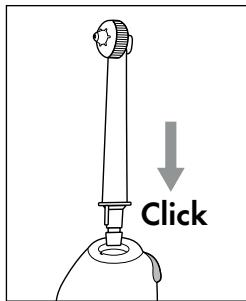

Abb.2
- Tauschen Sie die Aufsteckdüsen **②** bei täglicher Benutzung spätestens nach sechs Monaten aus.
- Verwenden Sie nur Original-Aufsteckdüsen **②**. Informationen zur Bestellung von Ersatz-Aufsteckdüsen **②** finden Sie im Kapitel **Ersatzteile bestellen**.
- ◆ Achten Sie darauf, dass das Gerät ausgeschaltet ist, bevor Sie die Aufsteckdüse **②** aufstecken oder abnehmen.
- ◆ Stecken Sie eine Aufsteckdüse **②** auf das Handteil **⑤**. Drücken Sie die Aufsteckdüse **②** in die Öffnung, bis die Aufsteckdüse **②** hörbar im Handteil **⑤** einrastet. Achten Sie dabei auf die richtige Position der Führungsnase am unteren Ende der Aufsteckdüse **②** und der entsprechenden Aussparung in der Öffnung am Handteil **⑤** (siehe Abb. 2).